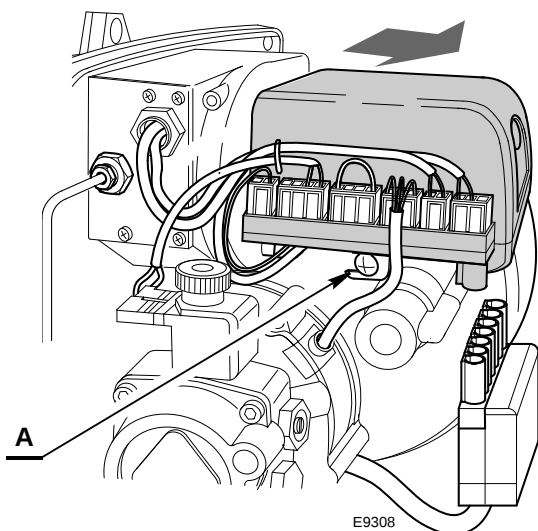

Abb. 13
Bei den Zweirohr-Unterdruckanlagen (Abb. 13) empfehlen wir, die Ölrücklaufleitung in gleicher Höhe wie die Saugleitung im Tank enden zu lassen. Es kann auf ein Fußventil in der Saugleitung verzichtet werden.
- stecken Sie zuerst alle Komponenten ab, lockern Sie die Schraube A) (Abb. 13) und drehen Sie sie in Pfeilrichtung.